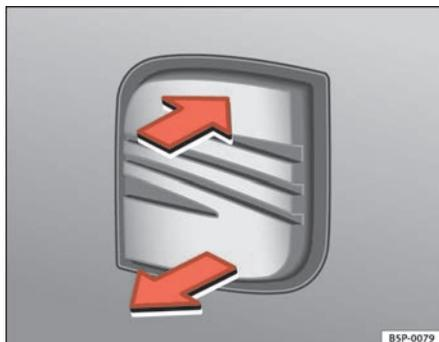

Fig. 66 Capot de coffre : ouverture de l'extérieur
- Tirer sur le levier puis soulever le hayon ⇒ fig. 66. Le hayon s'ouvre alors automatiquement.